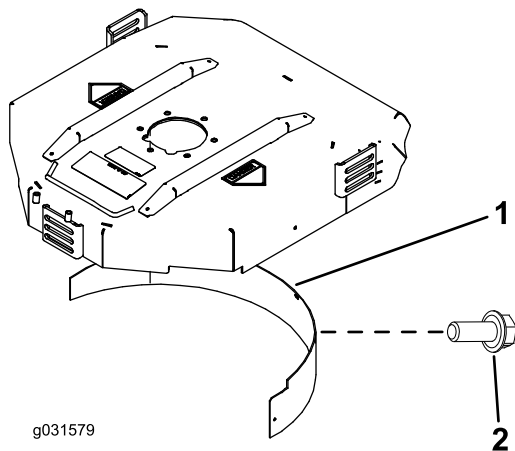

図 11
2. 後部の取り付け穴にマルチングバッフルを取り付け、フランジヘッドボルト 5 本で固定する 図 11。